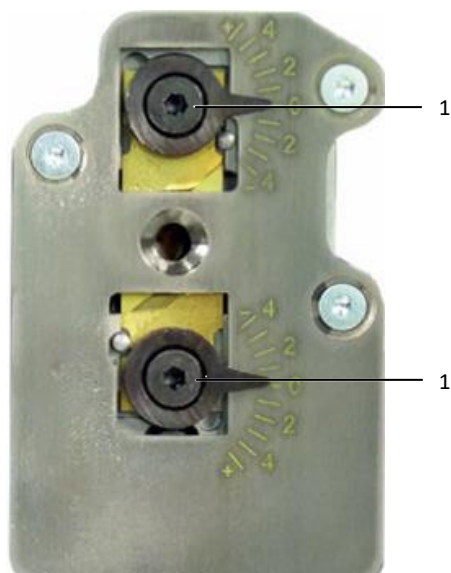

Fig. 15 : unité de dénudage
- Desserrer les deux vis excentriques (fig. 15, pos. 1) (clé à six pans creux 2,5 mm).